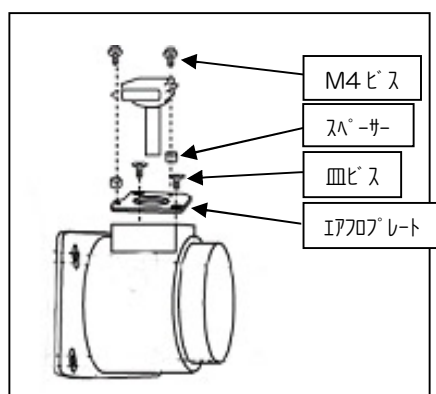

図 5
- ①エアフロアダプターへ、エアフロプレート、エアフロセンサを取り付けます。図 5 参照